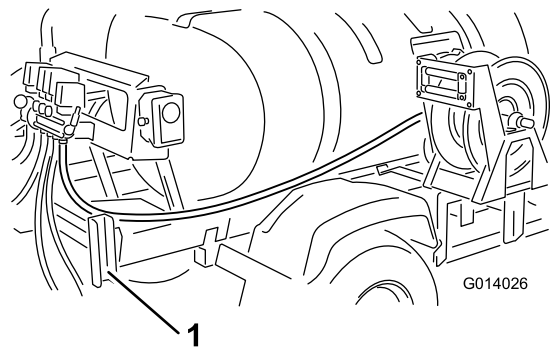

Figura 12
- Pase la manguera hacia atrás por el bastidor del patín del depósito, por dentro del guardabarros trasero derecho y por dentro del perfil de soporte del brazo (Figura 12).
- Pase la manguera alrededor del bastidor de montaje hasta la válvula del carrete de la manguera instalada anteriormente (Figura 12).